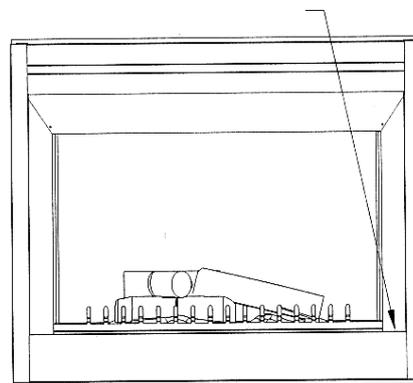

Рис.2
2. Определите местонахождения ручных переключателей (см. рисунок 2).
Нагревательный элемент электрокамина имеет защиту от перегрева. При перегреве, нагревательный элемент автоматически отключается прерывателем цепи и не может быть включен, пока данные прерывателя не будут сброшены. Температурный прерыватель можно сбросить, переведя переключатель питания электрокамина в выключенное положение (см. рисунок 2) на 5 минут, а затем снова во включенное.